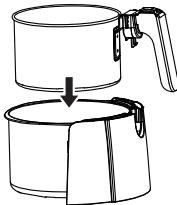

Figura 2
2. Ensamble los barriles (figura 2), luego insértelos en el cuerpo principal de la freidora (figura 3).